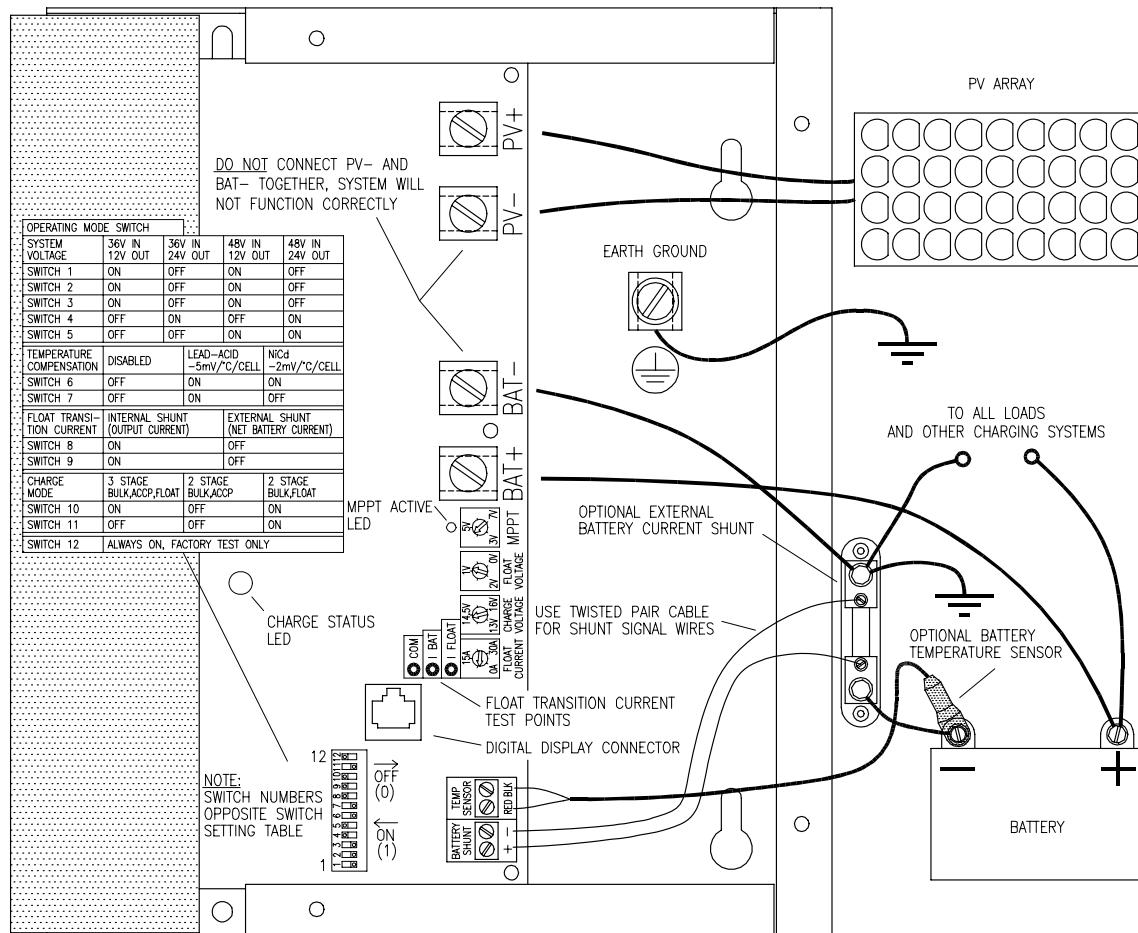

FIGURE 3
➤ **WARNING:** Read, understand and follow the Important Safety Instructions in the beginning of this manual before proceeding. To reduce the risk of fire, connect only to a circuit provided with 75 amperes maximum branch-circuit over current protection installed and wired in accordance with National Electrical Code, ANSI/NFPA 70. This unit is not provided with a GFDI device and must be used with an external GFDI device as required by Article 690 of National Electrical Code for the installation location. To reduce risk of electric shock, remove all sources of power, PV and battery before installing. Adjustments or connections other than those shown in Figure 3 void the limited warranty.
➤ **AVERTISSEMENT:** Avant de procéder, lire, comprendre et suivre les instructions importantes de sécurité spécifiées au début de ce manuel. Afin de réduire le risque d'incendie, brancher uniquement à un circuit fourni d'une protection contre le courant excessif de 75 ampères par circuit de dérivation, installé et câblé en conformité avec le Code Électrique National ANSI/NFPA 70. Cet appareil n'est pas fourni avec un dispositif GFDI (déTECTeur et interrupteur différentiel) externe tel que prévu dans l'Article 690 du Code Électrique National pour le lieu de l'installation. Afin de réduire le risque de choc électrique, éloigner toute source de puissance photovoltaïque et batterie, avant l'installation. Tout ajustement et branchement autre que ceux montrés dans la Figure 3, frappent de nullité la garantie limitée.
➤ **WARNUNG:** Vor dem Behandeln lesen, verstehen und folgen Sie die wichtigen Sicherheitshinweise am Anfang dieses Handbuches. Um die Feuergefahr vorzubeugen, schalten Sie bei einem mit Parallelstromkreis der mit einem Stromschutz von höchstens 75 Ampere versorgt ist, gemäß der Nationalen Elektrischen Code ANSI/NFPA 70, ein. Dieses Einheit ist nicht mit einem GFDI-Gerät ausgestattet und muss daher mit einem externen GFDI-Gerät betrieben werden, wie es in Paragraph 690 des Staatlichen Elektrogesetzbuches [National Electrical Code] für den Installationsort vorgeschrieben ist. Um die Gefahr eines elektrischen Schocks zu vermeiden, entfernen Sie alle Strom-, PV und Batteriequellen vor der Installation. Andere Einstellungen oder Konnektionen als diejenigen in Abbildung 3 heben die begrenzte Garantie auf.
- Solar Boost 6024H has setup options that may need to be configured prior to connection and use. These setup options are configured by setting a single 12 position dip switch and four potentiometers located on the main circuit board as shown in Figure 3.
- Solar Boost 6024H a d'options de paramétrage dont la configuration pourrait être nécessaire avant le branchement et l'utilisation. Ces options sont paramétrées en fixant un seul commutateur à 12 positions et quatre potentiomètres situés sur le panneau du circuit principal (Voir Figure 3).
- Solar Boost 6024H hat Einstellungsoptionen, die vor der Einschaltung und Benutzung konfiguriert werden müssen. Diese Einstellungsoptionen sind konfiguriert, indem ein einziger 12 Position Schalter und vier Potentiometer die sich auf der Hauptstromkreistafel befinden wie in Abb. 3, eingestellt werden.
If battery load current is highly variable during charge more effective charge control can be obtained through the use of an external current shunt measuring net battery charge current. The wiring diagram of Figure 3 shows how this optional external current shunt would be used. This external shunt can be an already existing shunt as long as it is in the negative leg of the battery and is wired to measure net battery current. Note that each measuring device connecting to this shunt should have its sensing wires connected directly to the shunt sensing screw terminals. A variety of optional current shunts are available through your Blue Sky Energy dealer.
The unit updates the maximum power operating point approximately every 10 seconds by briefly turning off the output to sample PV open circuit voltage. It then operates the PV array at a voltage roughly equal to the sampled open circuit voltage minus the MPPT voltage setting. Factors other PV open circuit voltage fine tune the actual operating point, but PV open circuit voltage is the primary factor. Note that the values above and the scaling shown on the MPPT adjust potentiometer in Figure 3 relate to a single 36 cell module. When three or four modules are connected in series for a 36V or 48V input, Solar Boost 6024H automatically multiplies the voltage difference setting between V_{oc} and V_{MP} by 3 or 4 based on dip switch 5 setting.
If LED does not remain on, MPPT is not operating due to a combination of high PV temperature and/or high battery voltage. MPPT can usually be made to operate by lowering battery voltage through application of a heavy DC load. If in doubt, leave the adjustment at the factory default position of approximately 10:30 o'clock as shown in Figure 3.